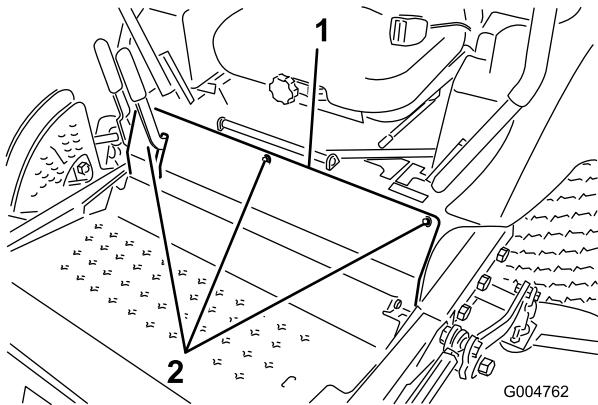

Figura 56
2. Retire os parafusos que fixam o painel dianteiro e retire o painel (Figura 56).